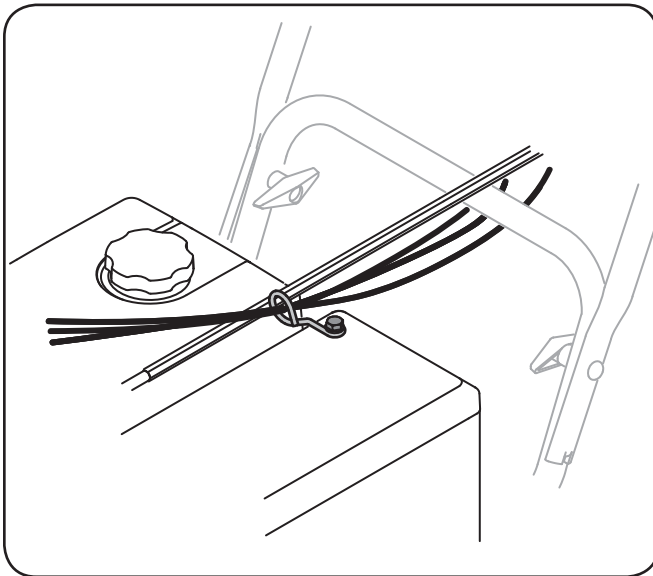

Figura 3-10
9. Controle que todos los cables estén adecuadamente dirigidos a través de la guía de cables de la parte superior del motor. Algunos modelos tienen sólo un cable para dirigir por la guía de cable. Vea la Figura 3-10.